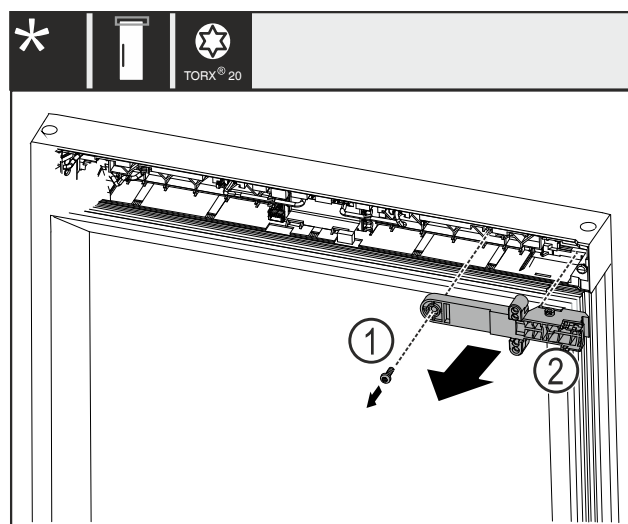

Fig. 25
- ▶ Îndepărtați șurubul Fig. 25 (1).
- ▶ Detașați piesa de fixare a încuietorii Fig. 25 (2).